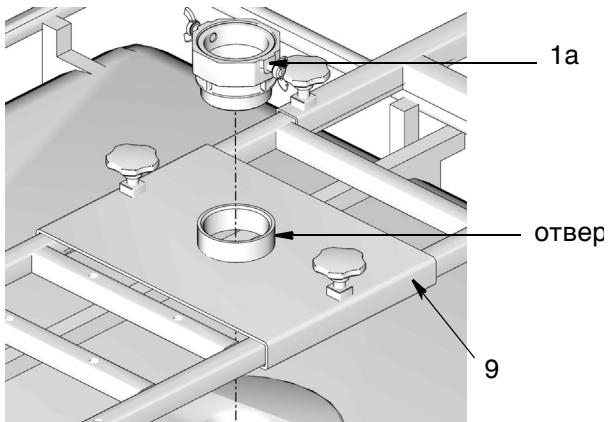

Рис. 9
- Только для моделей со стандартной трубной резьбой **NPT** и цилиндрической резьбой **BSPT**: нанесите резьбовой герметик на резьбу всасывающей трубы или шланга (3), затем вставьте конец всасывающей трубы или шланга в корпус входа насоса (1) (Рис. 9). Модели с цилиндрической резьбой